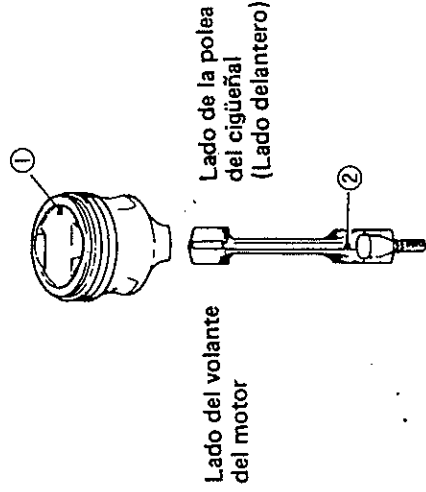

Fig. 3-107
POSICION DE LA BIELA: la Flecha (1) de la cabeza del pistón debe apuntar hacia el lado de la polea del cigüeñal y el orificio de engrase de la biela (2) queda hacia el lado de la admisión. Vea la Fig. 3-107.